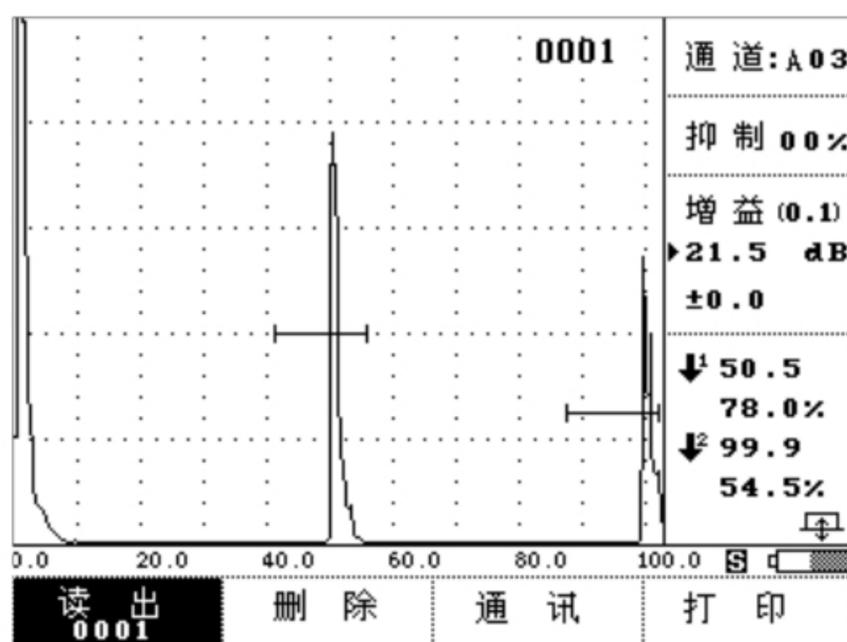

图 4-4-2
- ① 按 **输出** 键或转动旋钮到 **输出** 栏单击进入输出功能菜单，按 **读出** 对应的  键或单击旋钮，此时读出栏已经反显，表明已进入了读出子功能。按   键或转动旋钮输入要读出的存储区号后，按 **确认** 键或单击旋钮读出。仪器将该读出号的数据和波形显示在屏幕上。并在屏幕右上角显示编号。如图 4-4-2 所示。如果该读出号中没有数据的话，就滚出提示信息：